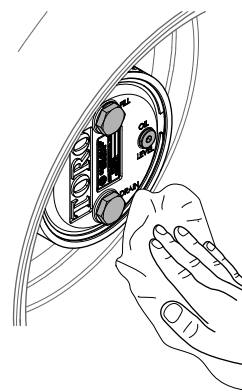

Figura 68
3. Limpe as estruturas do travão e da engrenagem planetária (Figura 68).